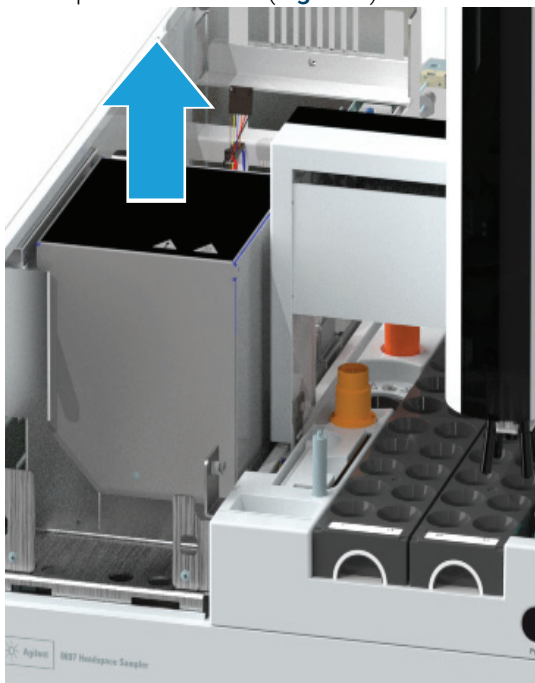

Figura 4. Levante la carcasa térmica de la válvula directamente hacia arriba
- 3 Levante con cuidado la carcasa térmica de la válvula directamente hacia arriba, retirándola del espacio de cabeza (**Figura 4**).